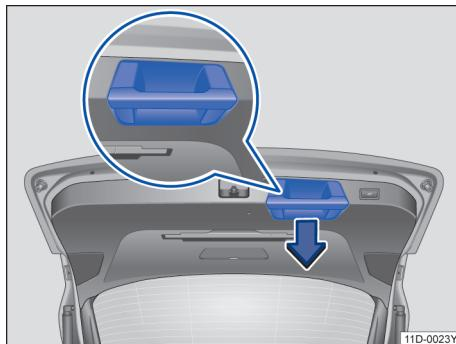

图 51 关闭行李厢盖的手把
- 抓住内饰板上的把手快速用力向下拉行李厢盖，使其卡止在锁中→ 图 51，→ ⚠。